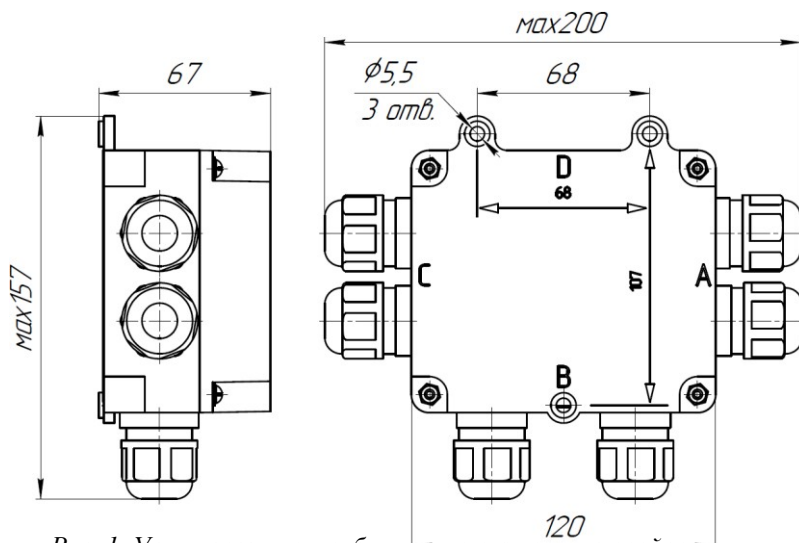

Рис. 1. Установочные и габаритные размеры устройства соединительного.
2.6. Габаритные и установочные размеры приведены на рис. 1.
- 4.6. На несущую поверхность закрепить УСБ «СЕВЕР» тремя шурупами, пропущенными через отверстия в основании согласно установочным размерам (рис. 1).